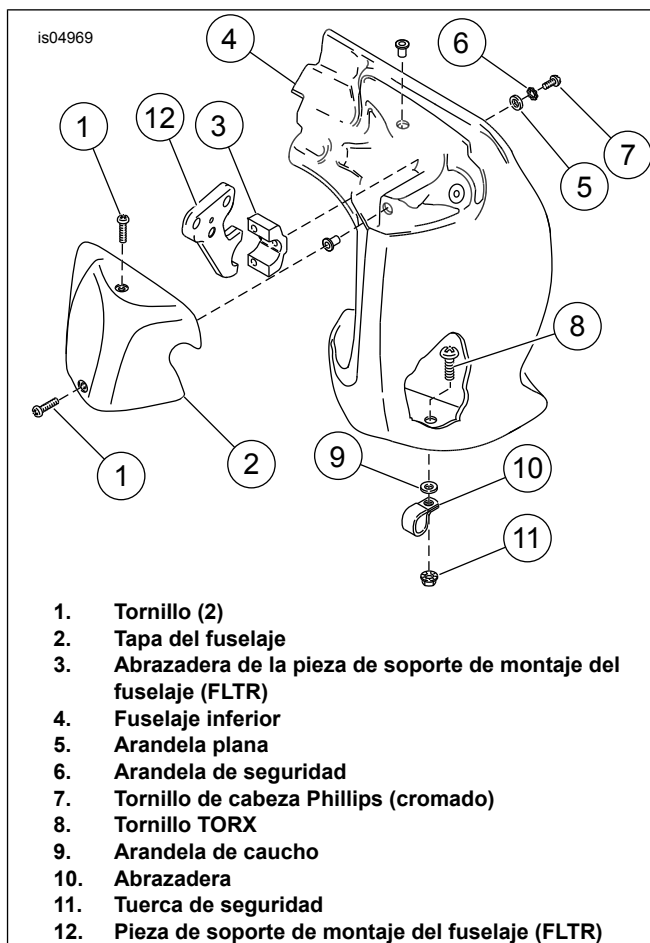

Figura 2. Fuselaje inferior accesorio FLTR/I
4. Vea la Figura 2. Extraiga el tornillo[®] TORX (8), la arandela de caucho (9), la tuerca de seguridad (11) y la abrazadera (10) que sujeta la parte inferior del fuselaje inferior (4) al protector del motor y póngalos a un lado.
5. Extraiga los dos tornillos (1) que sujetan la tapa del fuselaje (2) al fuselaje inferior. Extraiga la tapa. Ponga las piezas a un lado para instalarlas.
6. Extraiga el tornillo (7), la arandela de seguridad (6) y la arandela plana (5) de la abrazadera (3) que sujeta la parte superior del fuselaje inferior a la pieza de soporte de montaje inferior del fuselaje superior (12).
7. Quite la abrazadera grande (3) del protector del motor.